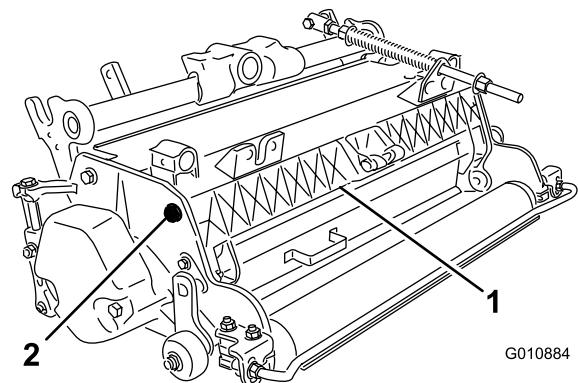

Bild 5
1. Lösen Sie die Kopfschrauben am Scharnier des Grasschutzbleches (Bild 5).
2. Drehen Sie das Grasschutzblech auf die gewünschte Einstellung und ziehen Sie die Kopfschrauben fest (Bild 5).